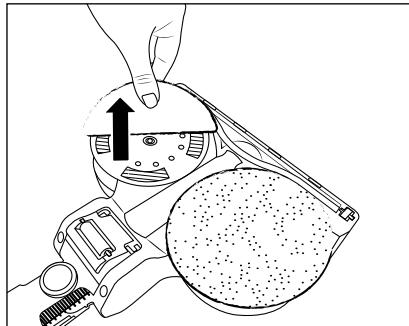

Fig. 17
- ◆ Per rimuovere un panno lavapavimenti ④ dall'accessorio lavapavimenti ③, afferrarlo con le dita ed estrarlo dall'accessorio lavapavimenti ③ tirandolo verso l'alto (vedere fig. 17).